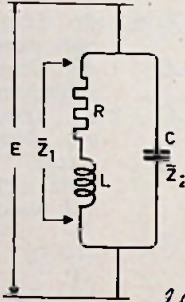

Fig. 21
**VI. Zelfinductie met ohmse weerstand, parallel geschakeld met een capaciteit (fig. 21).**